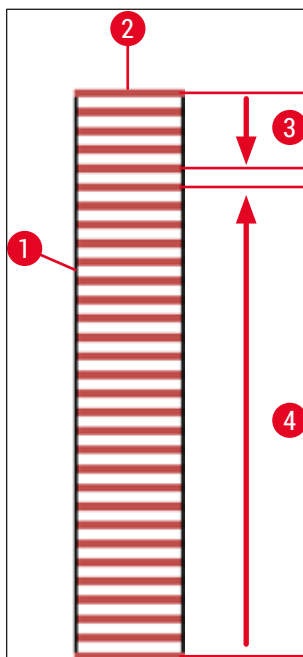

Fig. 74
Pour éviter le dessèchement des lames au cours du traitement, le programme commence toujours par recouvrir les 5 premières lames. Puis, le rack se déplace vers le haut et le programme continue en recouvrant d'une lamelle la dernière lame du rack (→ Fig. 74).
- L'affichage schématique (→ Fig. 74) d'un rack (→ Fig. 74-1) avec les lames insérées (→ Fig. 74-2) montre la séquence pendant le traitement.